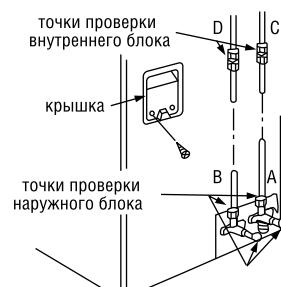

Рис. 25
- Поиск утечек с помощью мыльного раствора: Мягкой кистью нанесите водный раствор мыла или жидкое нейтральное моющее средство на места подключения холодильного контура к внутреннему и наружному блокам кондиционера. Если появляются пузыри – значит, в этом месте герметичность контура нарушена (рис. 25).
Обозначения на рис.25: